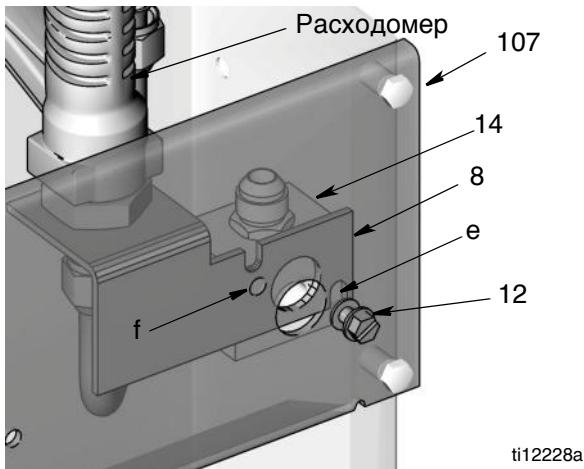
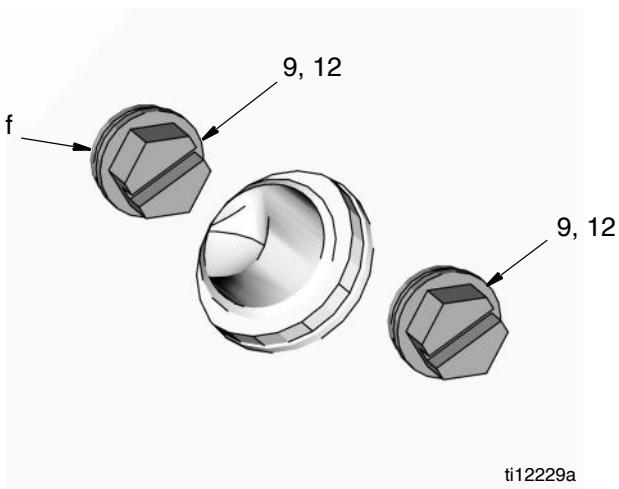

Рис. 14
Рис. 15
Кронштейн (8) должен плотно прилегать между распределителем (14) и передней панелью (107), а паз (e) расположен поверх резьбы винта (12) (установленного в шаге 3) (см. Рис. 14).
5. Оденьте шайбу (9) и закрутите винт (12) в отверстие (f) (Рис. 14 и Рис. 15). Надежно затяните.